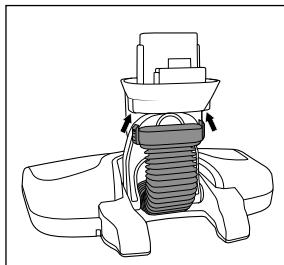

Bild 18
- ◆ Skjut slangstycket över fästet så att upplåsningsknapparna ⑬ snäpper fast (se bild 18).